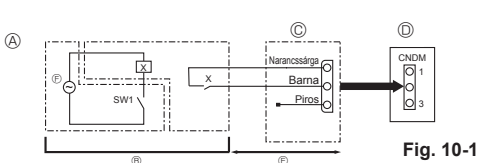

Fig. 10-1
10.1. Halk üzemmód (helyszíni módosítás) (Fig. 10-1)